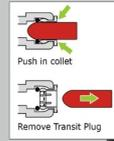

図1
- ユニット背面からすべての輸送用プラグを取り外します (図1)。